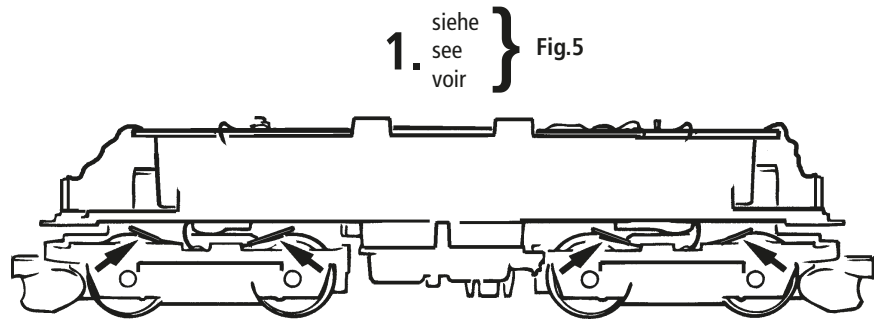

Fig. 8
**2. Schmierung:** Versehen Sie die im Schmierplan in Fig. 8 gekennzeichneten Stellen mit nur **kleinen Öltropfen**. Dazu zuerst das Lokgehäuse abnehmen (Fig. 5). Wir empfehlen den **ROCO Öler Art.-Nr. 10906**. Fürs Schmieren der Getriebeteile (Zahnräder, Schnecke) empfehlen wir das **ROCO-Spezialfett Art.-Nr. 10905**. Im Falle der Schmierung diese Teile **nicht ölen**.
**2. Lubrication:** Apply **tiny oil drops** to spots marked in fig. 8. Prior to lubrication dismantle locomotive (fig. 5). We recommend using item no. **10906, Roco oiler**. For lubrication the gearparts (e.g. cogwheels, worm) we would recommend our Roco **special grease** (item no. **10905**).
Enlevez la fiche de shuntage de l'interface (à conserver!) et enfichez finalement la fiche du module de télécommande aux prises de l'interface. Veuillez à la position correcte de la fiche (voir fig. 8).